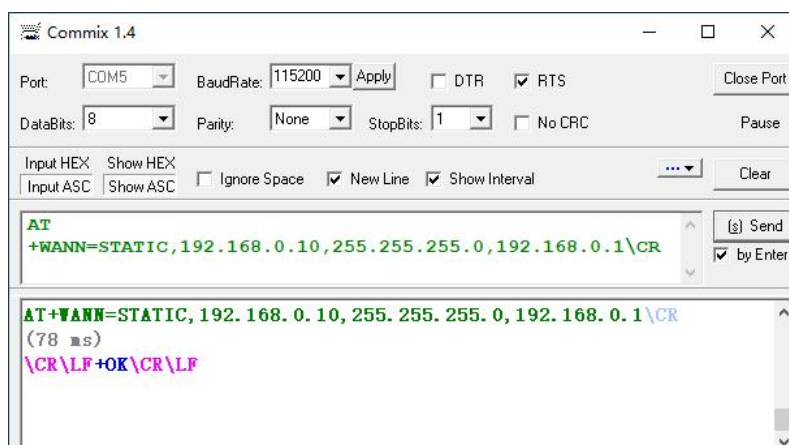

图 10-5 设备网络参数设置界面
3) 设置设备网络 IP、子掩码、网关，如图 10-5 所示，将 IP 设置为 192.168.0.10；